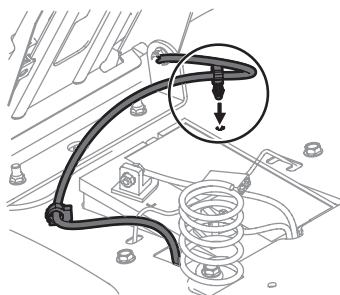

Figure 4
5. Faites enclencher l'attache pour retenir l'excédent de fil à l'aile. Voir Figure 4.